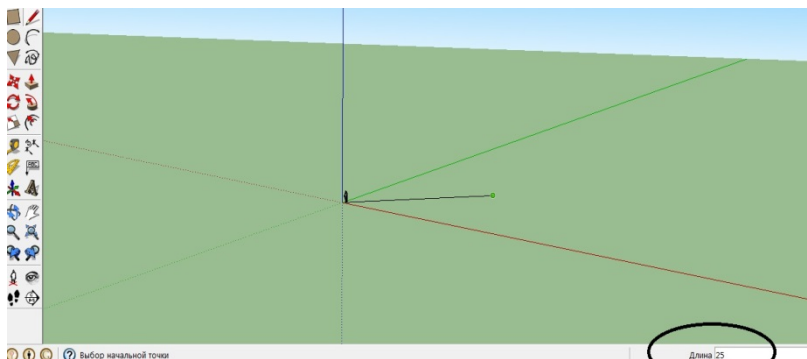

Рисунок 3.2
3. Щоб накреслити лінію, відпустіть кнопку миші або клацніть нею (рис. 3.2). Ця кінцева точка може також служити початковою точкою для наступної лінії фігури.
Точне значення довжини лінії можна вказати за допомогою поля «Довжина» (рис. 3.2) нижньої панелі безпосередньо після того, як лінія буде накреслена.